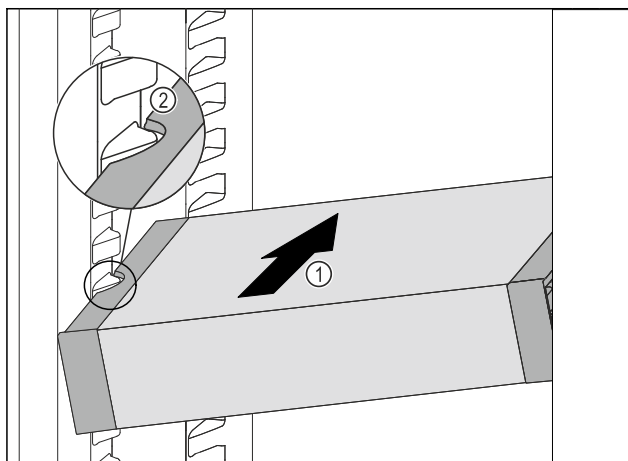

Fig. 114
- ▶ Lükake VarioSafe'i kaldu jahutusosasse Fig. 114 (1), kuni VarioSafe'i külgmised väljalõiked Fig. 114 (2) asuvad jahutusosas anumaribi kõrgusel.